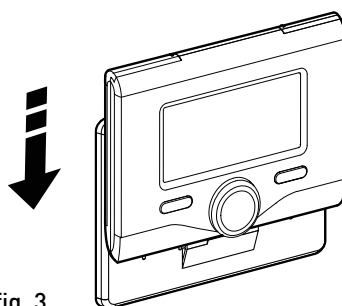

fig. 3
- Posicione a interface do sistema sobre a base, empurrando-a delicadamente para baixo (fig.3)